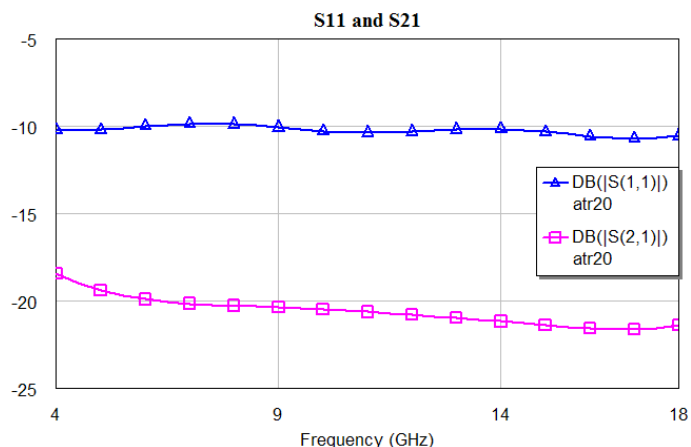

Рис. 7.2. Результаты линейного моделирования аттенюатора
5.3.1. Для этого выбрать команду «Analyze» в меню «Simulate». График с расчетными характеристиками появится на экране (см. рис. 7.2).